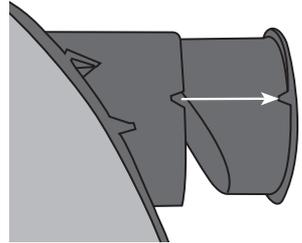
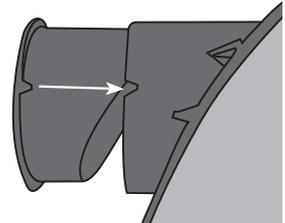

Figure 7
Figure 8
6. Retirer le bouchon de l'entrée d'air droite (**figure 7**) et le mettre sur l'entrée d'air gauche. En s'assurant que les encoches sont alignées, enfoncer le bouchon au maximum (**figure 8**). Remove the cap on the right air intake (**figure 7**) and put it on the left air intake. Making sure that the tabs are aligned with the notches, push the cap completely in (**figure 8**).